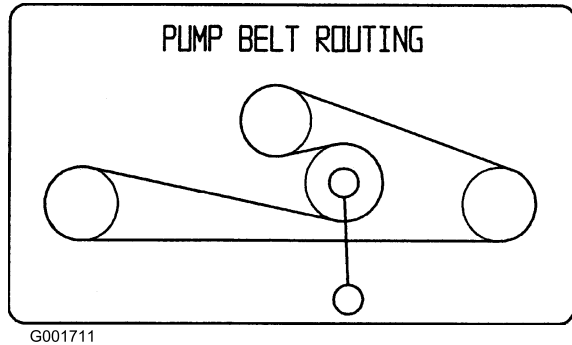

Figure 59
1. Abaissez la poulie de tension rappelée par ressort et enlevez la courroie des poulies du moteur et de la pompe hydraulique (Figure 59). Retirez la courroie entre les poulies.
2. Montez la courroie neuve sur les poulies du moteur et des pompes hydrauliques (Figure 59).
3. Abaissez la poulie de tension rappelée par ressort et alignez-la sous la courroie de transmission, puis relâchez-la (Figure 59).